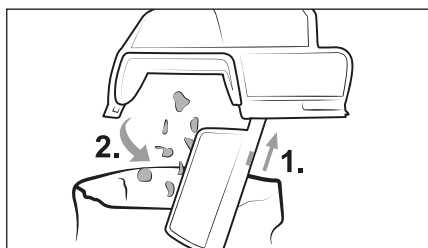

Abb. 15
- 2) Halten Sie den Staubbehälter 7 in einen Abfalleimer und schieben Sie die Staubbehälterdeckel-Entriegelungstaste 9 nach oben. Der Staubbehälterdeckel 8 öffnet sich und der Inhalt wird in den Abfalleimer entleert (siehe Abb. 15). Schliessen Sie anschließend den Staubbehälterdeckel 8.